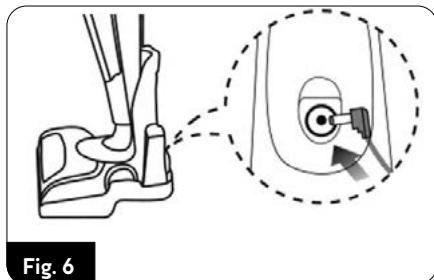

Fig. 6
1. Conecte el cable del cargador (17) a la toma del cargador (20) de la estación de carga (fig.6).